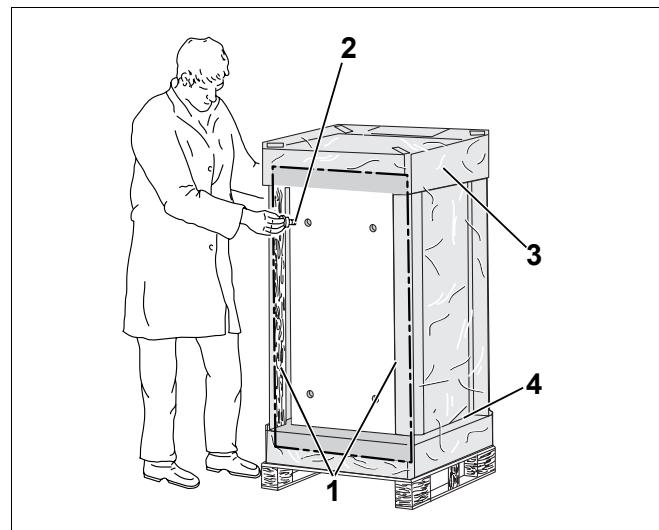

Рис. 3 Вырезать упаковочную пленку и ввернуть опорные болты
- Вырезать упаковочную пленку на стороне, противоположной наклейке "Speicheroberseite" ("Верх бака") (рис. 3).
- Ввернуть 4 опорных болта, (рис. 3, **поз. 2**) входящих в поставку отопительного котла, на 15 – 25 мм.
- Удалить обе деревянные угловые планки (рис. 3, **поз. 1**) на нижней стороне бака-водонагревателя.